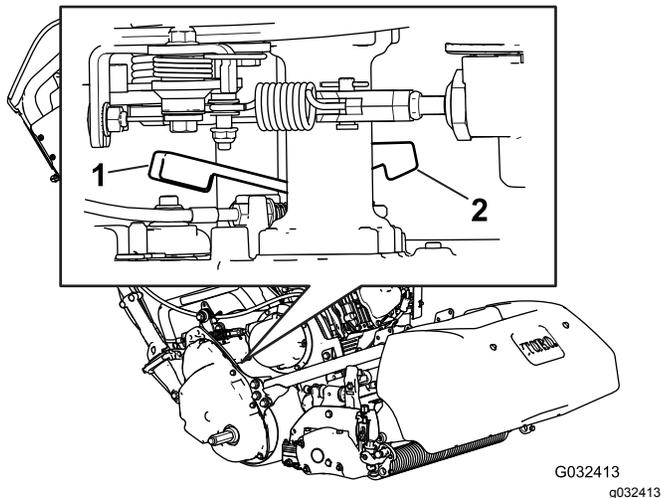

Bild 30
1. Rechts hinten an der Maschine neben der Antriebsgehäusetrommel befindet sich der Hebel zum Ein-/Auskuppeln des Fahrtriebs (Bild 30).